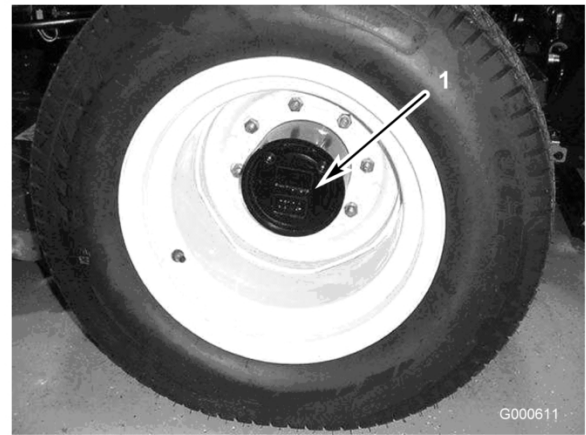

Figure 42
1. Placez la machine sur une surface plane et horizontale et tournez la roue de sorte que le bouchon de contrôle/vidange (Figure 42) se trouve à la position la plus basse.